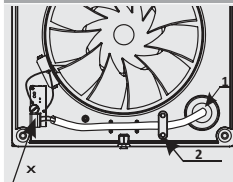

Рис. 2 AURA 6 / SILENT 6
- вставить провода в клеммник X, зажать их винтами (для подключения AURA 6/ SILENT 6 смотри рис. 2 и электрическую схему 3);